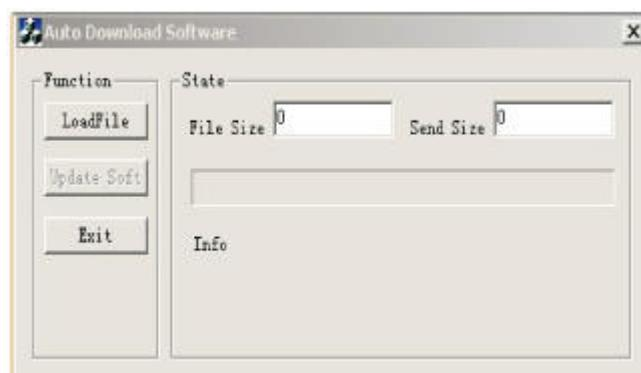
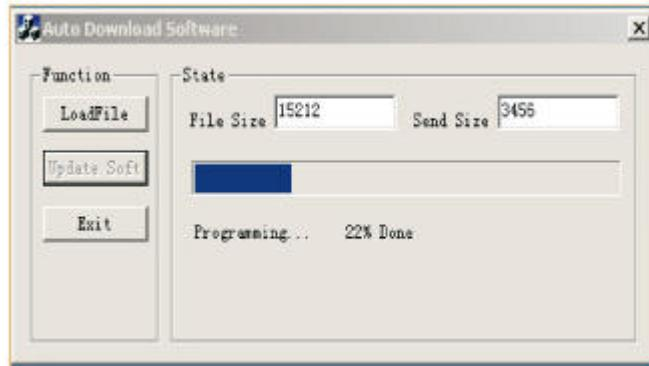

Figura 4
Figura 5
3. Ejecutar en el ordenador la ventana “Auto Download Software” y presionar el botón “LoadFile” como se muestra en la figura 4. Luego hacer click en “Update Soft” para descargar el software (figura 5).